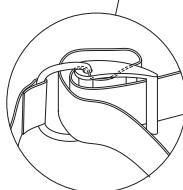
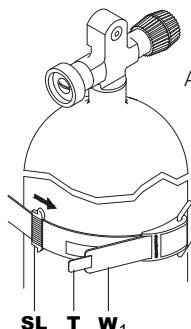

Abb. 2-5
Abb. 2-6
2. Wenn das Tarierjacket eine harte Rückentrage hat, richten Sie die Vertiefung (S) der Rückentrage an der oberen Rundung des Tanks (Abb. 2-6) aus und legen Sie das Schnellabwurfband (W1) (Abb. 2-5 und 2-7) um den Tank.
- Bei Tarierjackets mit harten Rückenträgen verhindert der oben an der Trage befestigte Sicherheitsriemen (L) (Abb. 2-6), dass das Jacket während des Befestigens und Schließens des Bands herunterrutscht. Wenn es einmal korrekt eingestellt ist, lässt sich beim Befestigen des Tarierjackets am Tank die korrekte Position stets schnell und einfach wieder finden.
3. Schließen Sie den Spannbügel (C) (Abb. 2-7). Wenn das Band zu straff oder zu lose ist, öffnen Sie das Klettband und den Spannbügel, um die Länge (Abb. 2-5) des Schnellabwurfbands (W1) anzupassen. Führen Sie für zusätzliche Sicherheit die Schlaufe (SL) (Abb. 2-5) um das Bandende (T). Verwenden Sie bei Tarierjackets mit harten Rückenträgen zum Hochheben der Einheit mit befestigtem Tank den Griff der Rückentrage.